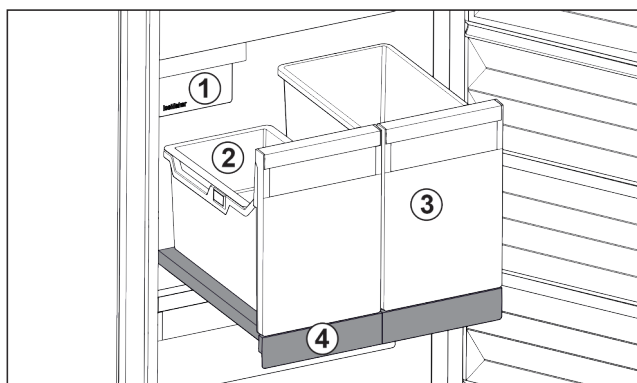

Fig. 122 Wysuwana półka z IceTower
- (1) IceMaker
- (2) Półka zawieszana na kostki lodu
- (3) Pojemnik, np. na pizzę, napoje alkoholowe
- (4) Wysuwana półka
Na wysuwanej półce znajdują się dwa wysokie pojemniki (IceTower). W pojemniku Fig. 122 (2) zbierane i przechowywane są kostki lodu z IceMaker. Pojemnik Fig. 122 (3) nadaje się do przechowywania wysokich artykułów spożywczych, takich jak pizza i napoje alkoholowe.